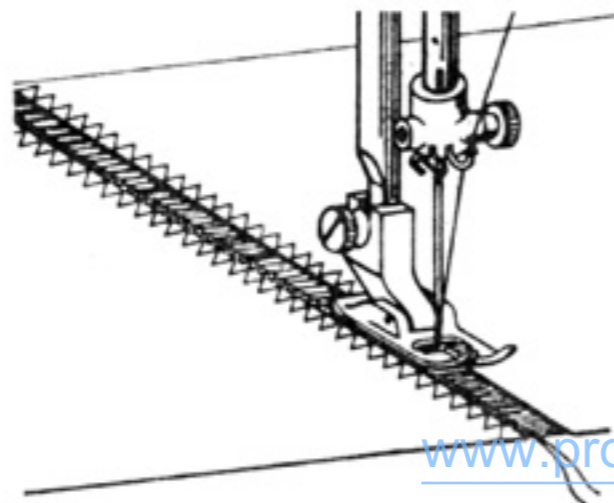

Рис. 62
40. Шитье и укрепление мережки и бахромы (рис. 62)